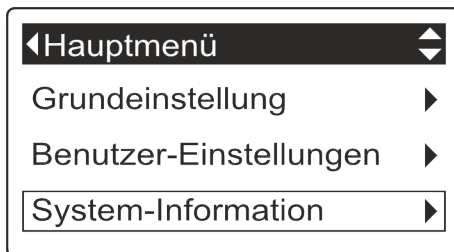

Abb. 11: Hauptmenü
2. ➔ betätigen, bis das Menü „System-Information“ ausgewählt ist (Abb. 11).